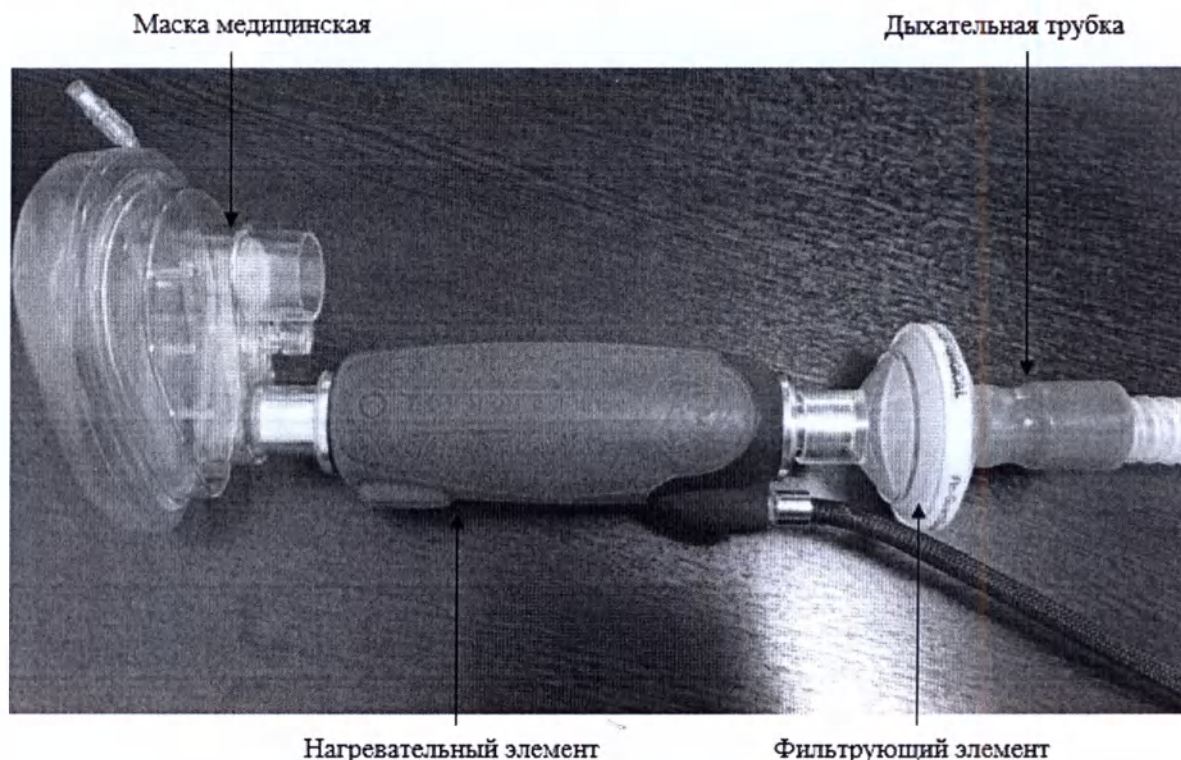

Рисунок 9 – Сборка изделия для работы в режиме «По умолчанию»
- 2) в случае использования маски для вентиляции лёгких, имеющей два коннектора, к нагревательному элементу сразу подсоединяют маску медицинскую для вентиляции лёгких, входящую в комплект поставки (рисунок 9).